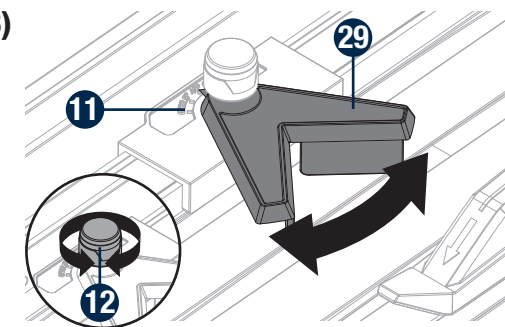

Fig. 13
**UTILISATION DU GUIDE À ONGLETS (Fig. 13)**